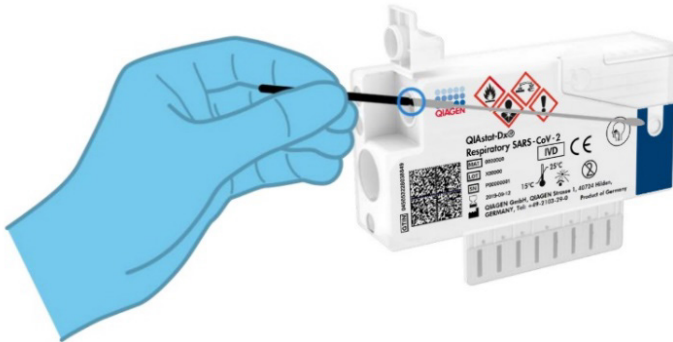

Figura 8. Introducerea tamponului în QIAstat-Dx Respiratory SARS-CoV-2 Panel Cartridge.
5. Introduceți tamponul în QIAstat-Dx Respiratory SARS-CoV-2 Panel Cartridge, până când punctul de rupere este aliniat cu orificiul de acces (adică tamponul nu mai înaintează) (Figura 8).